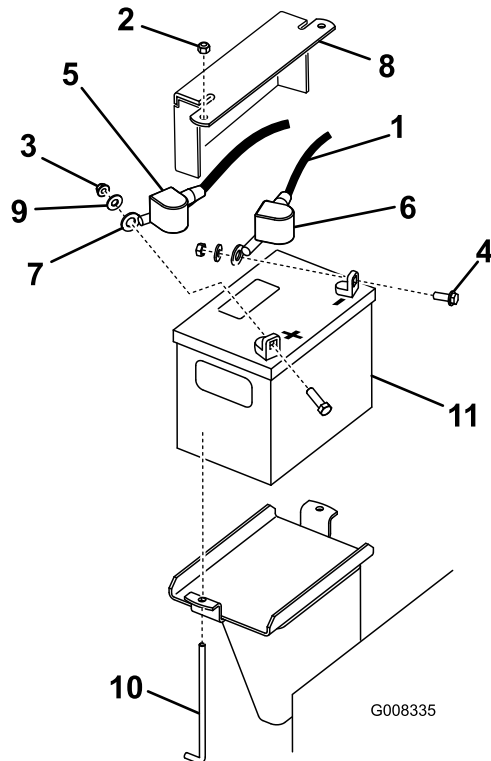

Figura 38
3. Ridicați capacul negru din cauciuc de pe cablul negativ. Deconectați cablul negativ al bateriei de la borna negativă a bateriei (–) (Figura 38).
4. Glisați și îndepărtați capacul bornei de la borna pozitivă (roșu) a bateriei și îndepărtați cablul pozitiv (roșu) al bateriei (Figura 38).
5. Îndepărtați placa de fixare, uruburile tip J și contrapiulițele care fixează bateria (Figura 38) și îndepărtați bateria.
1. Folosind elementele de fixare îndepărtate anterior, instalați cablul pozitiv (roșu) al bateriei la borna pozitivă (+) a bateriei (Figura 38).
3. Folosind elementele de fixare îndepărtate anterior, instalați cablul negativ (negru) al bateriei la borna negativă (-) a bateriei (Figura 38).
4. Fixați bateria utilizând bara și piulițele fluture (Figura 38).